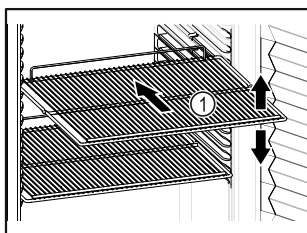

Fig. 55
- ❑ Om gallren Fig. 55 (1) kan flyttas om ska de anpassas på höjden.